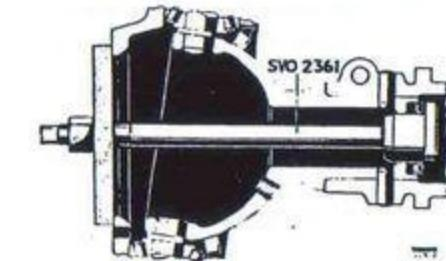

Bild 113. Montering av tätningsring.
- Montera tätningsringen med verktyg SVO 2361 enligt bild 113.